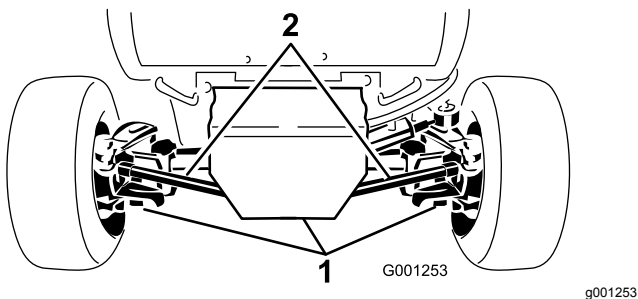

Bild 61
2. Reinigen Sie den Bereich um die drei Ablassschrauben (Bild 61).